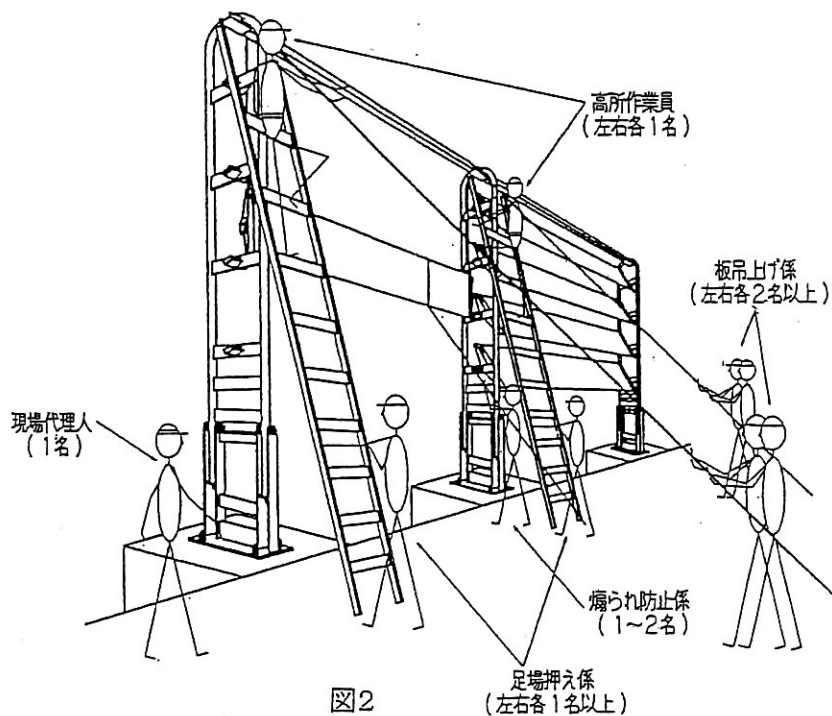

図2
- ① 図2の様に足場にのぼった作業員はスリングベルト等を防雪板の両端にあるフックにかけます。